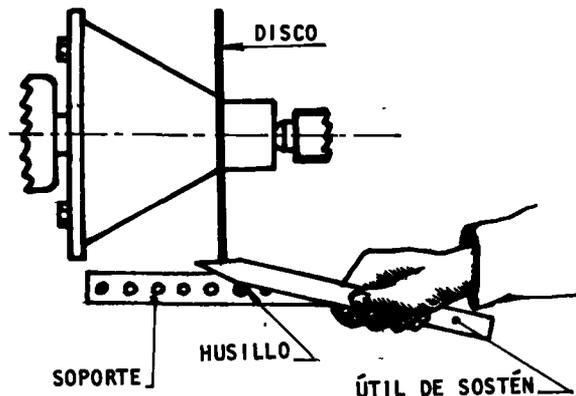

Fig. 3
- e Aproxime el útil de sostén al borde del disco, presionando hasta centrarlo (fig. 3).